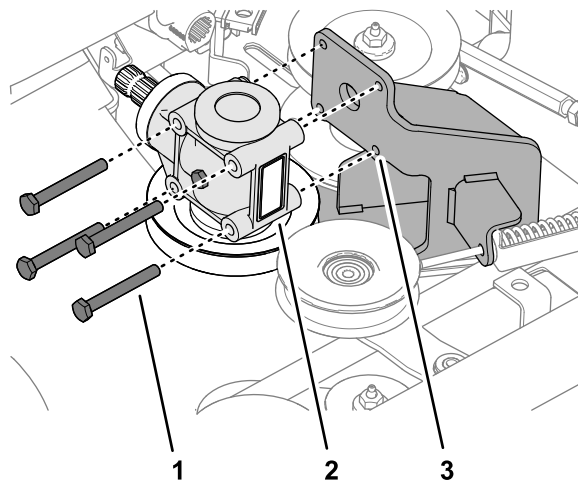

Figura 118
2. Îndepărtați cele 4 uruburi care fixează cutia de viteze a punii mainii de tuns iarba la suportul cutiei de viteze (Figura 118).
1. Aliniazi orificiile cutiei de viteze a punii mainii de tuns iarba cu orificiile de pe suportul cutiei de viteze; consultați Figura 118 din Îndepărtarea cutiei de viteze (Pagină 77).